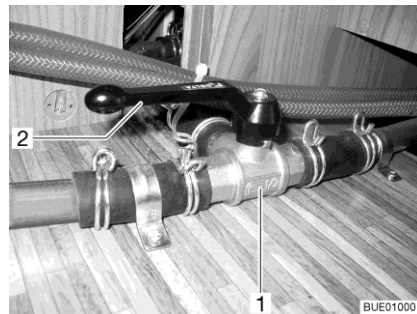

Fig. 213 Válvula de 3 vías
- Poner la palanca (Fig. 213,2) de la válvula de 3 vías (Fig. 213,1) en posición paralela al sentido de flujo recto (Fig. 213).
- Poner la palanca (Fig. 213,2) de la válvula de 3 vías (Fig. 213,1) en posición transversal al sentido de flujo recto.